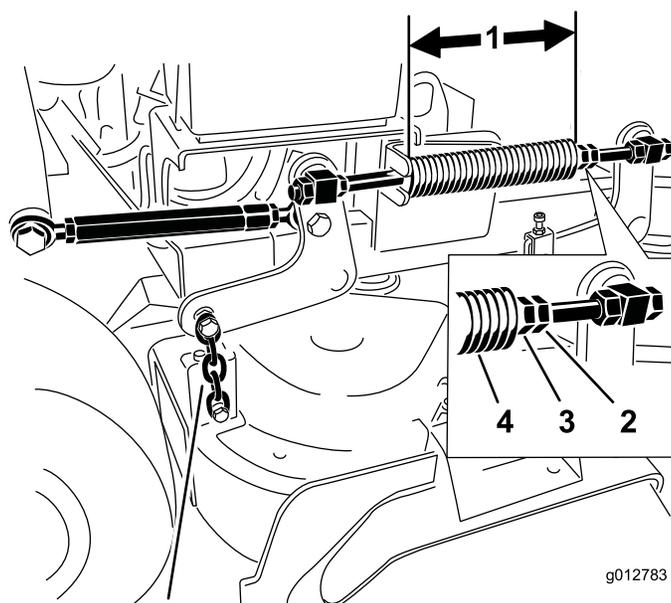

Figure 89
2. Vérifiez la longueur du ressort de compression. La longueur nominale est de 28,2 cm pour les plateaux de coupe de 91 cm et de 25,7 cm pour les plateaux de coupe de 102 cm (Figure 89).
3. Réglez cette distance en desserrant l'écrou de blocage du ressort et en tournant l'écrou devant chaque ressort (Figure 89).
4. Bloquez l'écrou en position en serrant l'écrou de blocage du ressort (Figure 89).